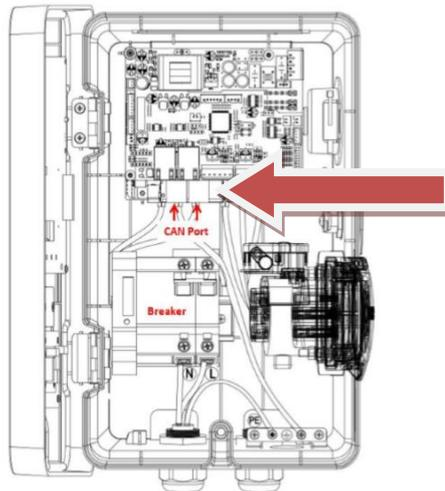
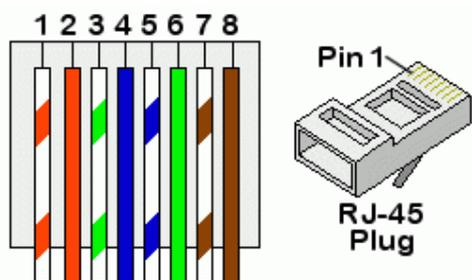

Figura 8 - Sistema di comunicazione
Figura 9 - Pinout connettore RJ45
- 1) Collegare il cavo 8 poli alle porte indicate come CAN port in Figura 8 utilizzando un connettore RJ45. Per chiarezza in Figura 9 si riporta il pin-out del connettore RJ45.